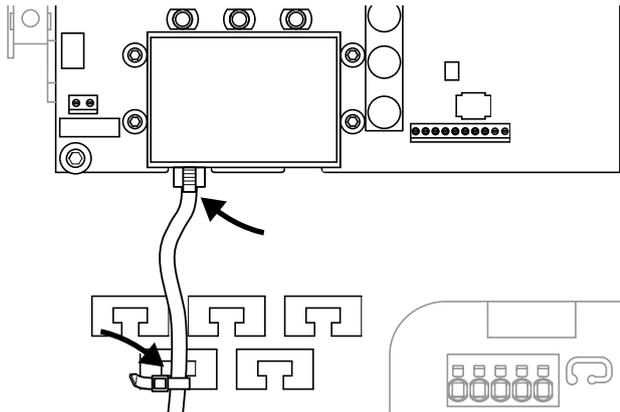

Fig. 41: Fixe o cabo no apoio do cabo
1. Fixe, de modo correto, todos os cabos no apoio com um agrupador de cabos.  **Fig. 41**